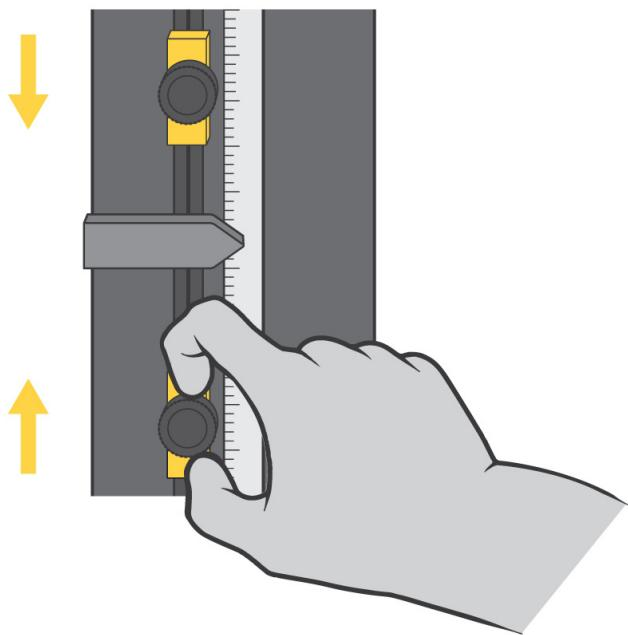

Figura 11. Configuración de las paradas límite
Las paradas límite de la cruceta son dos cierres ajustables montados en la varilla del interruptor del límite, que se encuentra dentro de la columna de la máquina, como se muestra en la Figura 11 en la página 92. Las paradas límite (1 y 2) tienen tornillos que se aprietan y sueltan a mano; se pueden desplazar a cualquier posición de la varilla del límite. Coloque estas paradas justo después de los parámetros del ensayo para evitar el sobrerrecorrido de la cruceta. Cuando la cruceta alcanza el recorrido máximo predefinido, el actuador del interruptor (3) entra en contacto con una de estas paradas. El contacto entre el actuador del límite y la parada límite mueve la varilla del interruptor del límite (4) y activa los interruptores del límite. Esto detiene el movimiento de la cruceta.